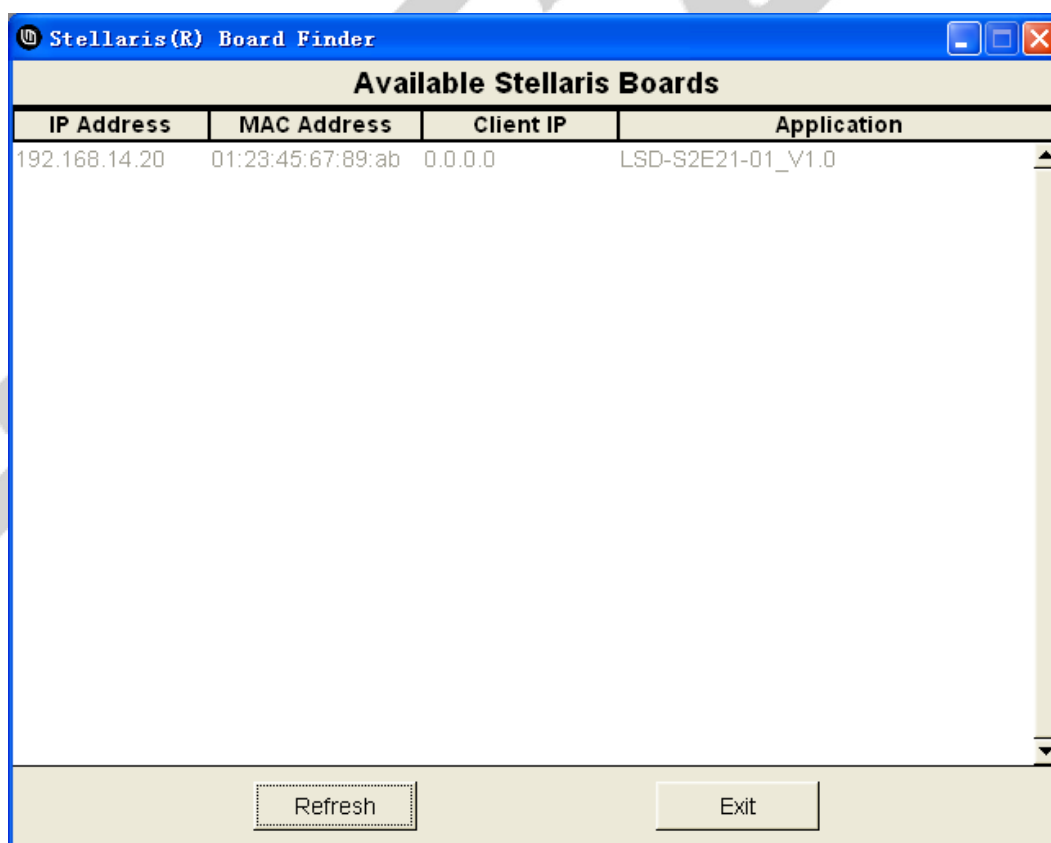

图 3.1.1.1 Finder 检测 S2E 模块
3. 过一段时间（在 S2E 上电后 60 秒）Finder 会检测到 S2E21 模块。如图 3.1.1.1 所示：